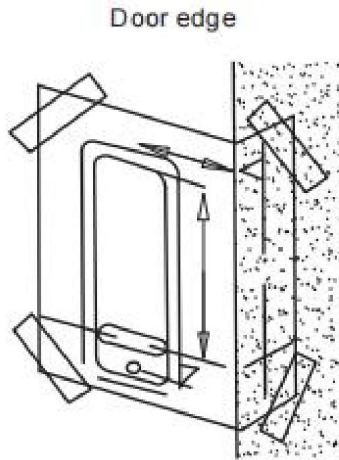

Fig.2
- 1) Positionnez et fixez correctement le gabarit (gabarit de produit modèle 209) sur la surface de la porte intérieure Hauteur requise par rapport au sol. Assurez-vous que le gabarit d'alignement des bords de porte pertinent et marqué doit être correctement aligné avec le bord de la porte réel. (voir figure 2)